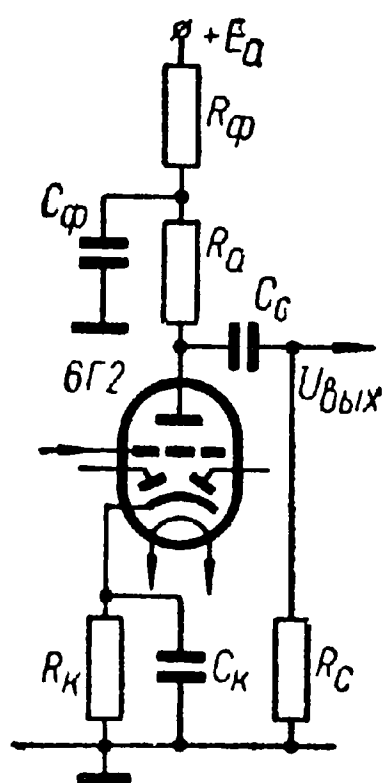
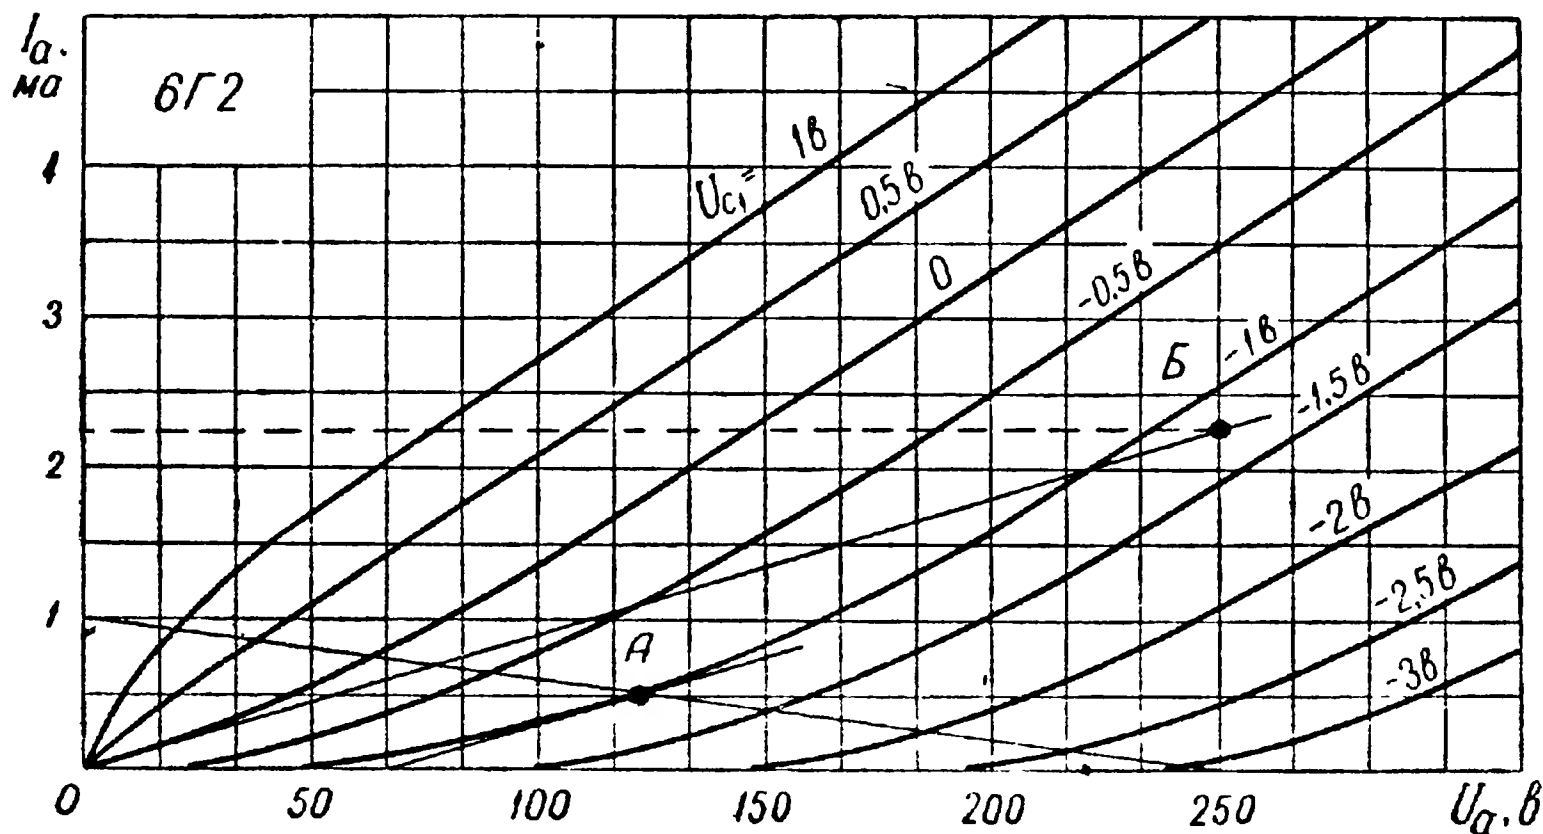

Рис. 4. Схема усилителя напряжения низкой частоты на триодной части лампы 6Г2.
Рис. 5. Анодные характеристики триода 6Г2.
Пример расчета приведен для усилительного каскада, собранного на сопротивлениях на триодной части лампы 6Г2 (рис. 4). Анодные характеристики лампы 6Г2 приведены на рис. 5. При расчете требуется определить величины элементов схемы и величину входного напряжения возбуждения $U_{вх}$.
6. Определяем рабочую точку на семействе анодных характеристик лампы 6Г2 (рис. 5). Для этого на графике проводим прямую через точки 1 и 2, соответствующие координатам
Точка пересечения этой прямой с анодной характеристикой для выбранного смещения на управляющей сетке $E_c = -1 \text{ в}$ будет являться рабочей точкой для заданного режима (точка А на рис. 5).